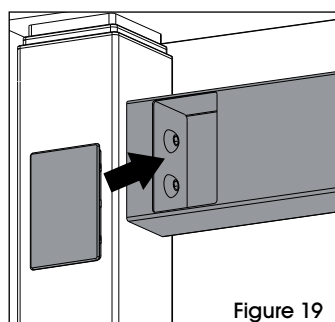

Figure 19
15. Placez le cache pour longeron sur les trous du longeron. Serrez les boulons Allen sur la partie inférieure du longeron pour le fixer. (Voir Figures 19 et 20)